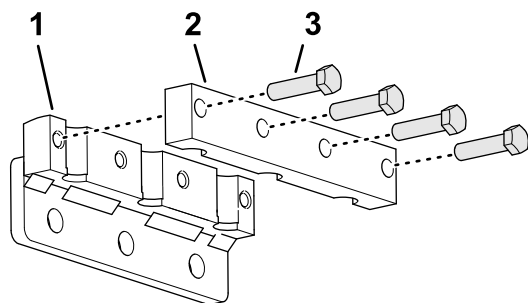

Рисунок 40
- С помощью 4 болтов ($\frac{3}{8}$ x $1\frac{1}{2}$ дюйма) прикрепите, не затягивая, зажим зубьев к держателю зубьев (Рисунок 40). Не затягивайте болты.